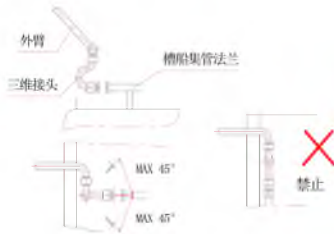

图 No. 12
对接说明：正确的对接方式参见图 No. 12
注意：（参见图 No. 12 及包络线图）在装卸过程中槽船漂移出给定的包络空间或在包络空间以外进行对接操作，都将可能造成装载臂的损坏！
- 6)、上绳轮部位维修参见图 No. 12